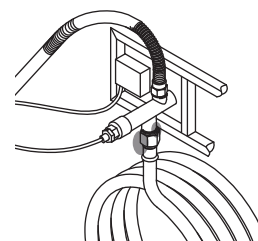

Abbildung 19
- Den Schlauch und den Gaseinlass des Geräts (siehe Abbildung 19)